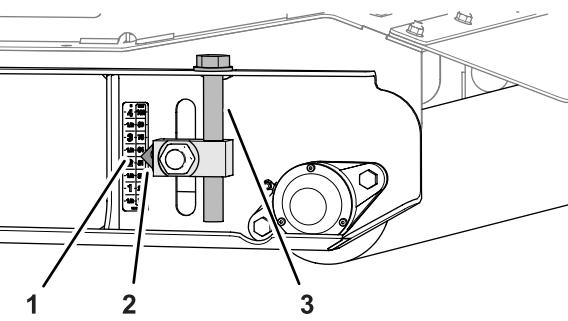

Figure 83
5. Sur le rouleau arrière, elevez les dispositifs de réglage de hauteur de coupe gauche et droit jusqu'au repère de 57 mm (2 1/4 po) sur l'autocollant (Figure 83).